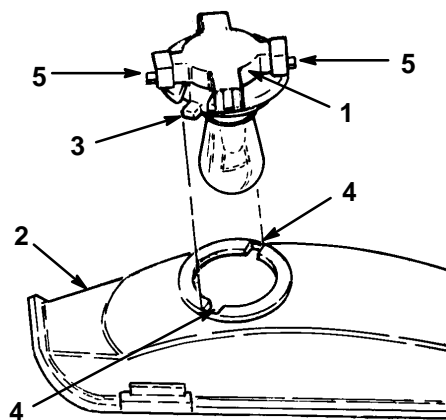

Figure 48
3. Dévisser l'embase d'un quart de tour vers la gauche et la retirer du réflecteur (Fig. 48).
2. L'embase de l'ampoule présente deux languettes (Fig. 48). Aligner ces languettes face aux rainures du réflecteur, insérer l'embase dans le réflecteur et la visser à fond d'un quart de tour vers la droite.